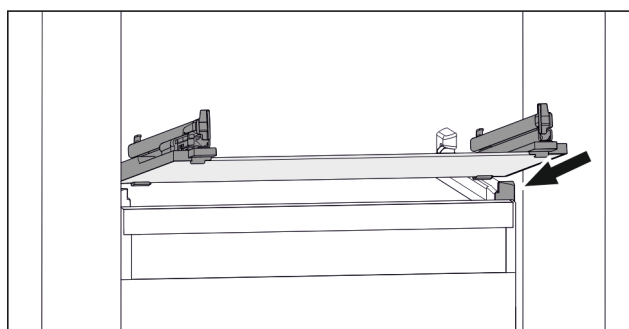

Fig. 38 Příklad znázornění skleněné desky
- ▶ Nasadte skleněnou desku šikmo za zarážky. (viz Fig. 38)